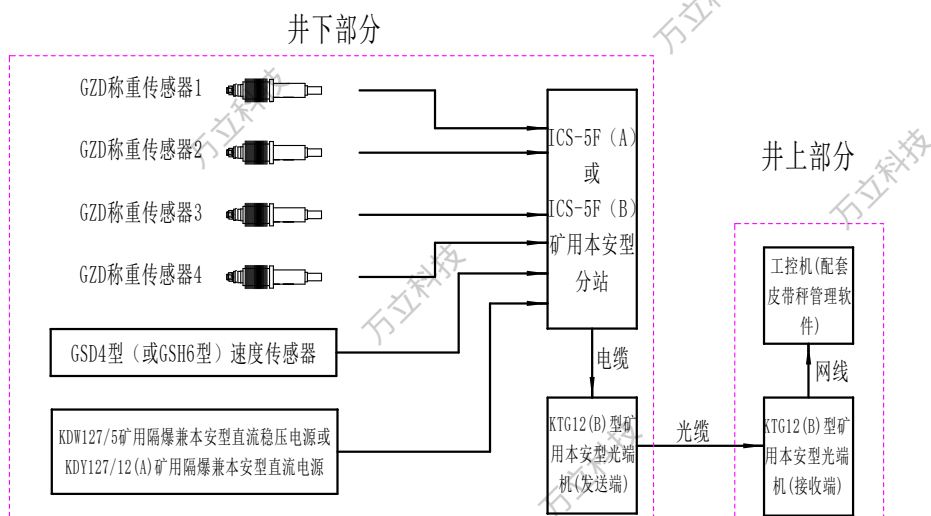

图 3 数据通过光缆传输至井上使用的电子皮带秤系统
2.2.2 使用 ICS-5F(A)或 ICS-5F(B)矿用本安型分站（见图 3 和表 1-3）